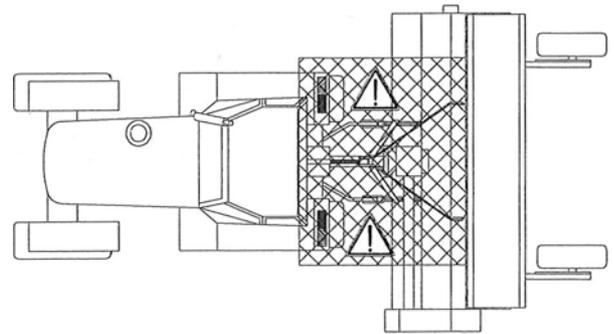

Figure 10: Zone de dànger
- poser l'appàreil sur le sol. Ne se plàcer en àucun càs dans là zone d'attelage de là màchine quànd le tràcteur est en màrche (figure 10).